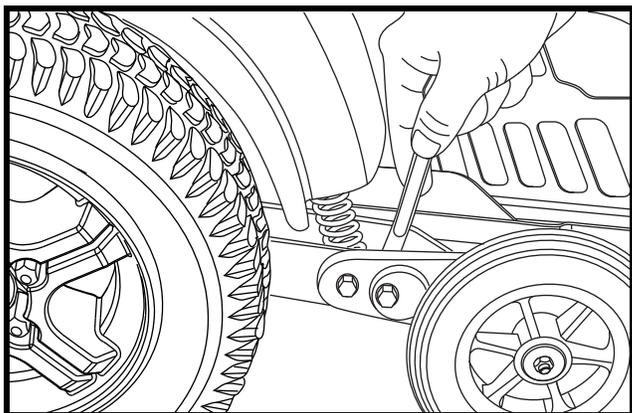

Figure 20. Module de roulette antibascule (L'écrou de blocage)
1. Placez une clé sur l'écrou de blocage du côté intérieur du support de roulette antibascule situé près de l'amortisseur. **Voir la figure 20.**